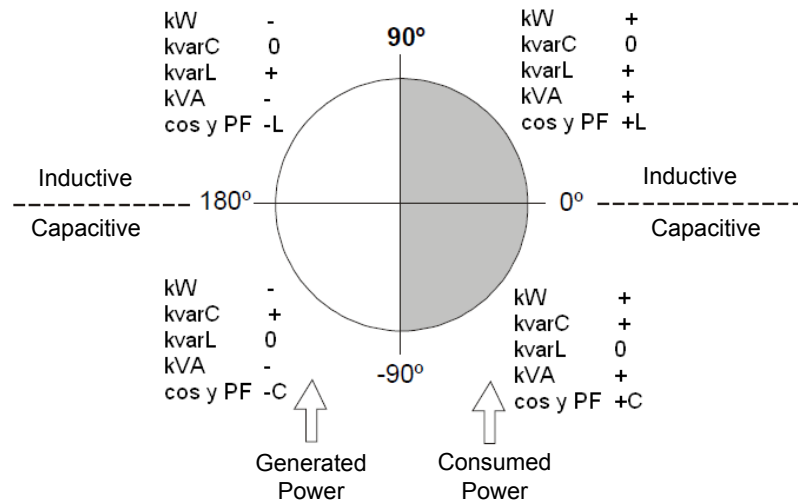

Figura 14: Pomiar i kompensacja w 4 kwadrantach
**Controller MASTER control VAR** to regulator energii biernej. Urządzenie mierzy  $\cos \varphi$  sieci i, aby go skorygować, reguluje załączanie i odłączanie kondensatorów za pomocą przekaźników. Kontrola wykonywana jest w czterech kwadrantach, **Figura 14**.